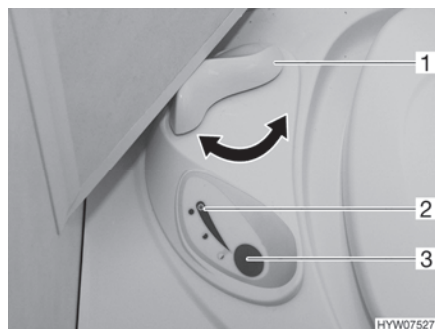

Fig. 160 Unité de commande des toilettes Thetford
- Avant d'actionner la chasse d'eau, ouvrir le curseur des toilettes Thetford. Tourner pour cela le levier du curseur (Fig. 160,1) dans le sens inverse des aiguilles d'une montre.
- Pour actionner la chasse d'eau, appuyer sur le bouton bleu (Fig. 160,3).
- Après avoir actionné la chasse d'eau, fermer le curseur. Tourner le levier du curseur (Fig. 160,1) dans le sens des aiguilles d'une montre.
Le voyant de contrôle (Fig. 160,2) s'allume lorsque la cassette Thetford doit être vidée.